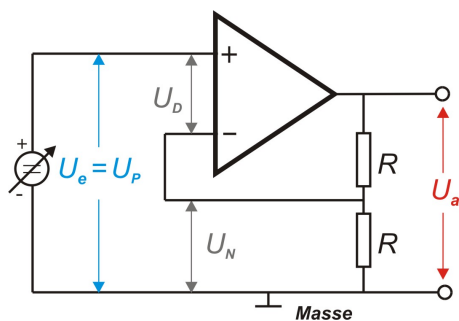

Abbildung 11: Konstante Verstärkung, aber variable Eingangsspannung.
- (M5) Nach Abb. 11 stellen Sie nun eine konstante Verstärkung ein ($R = 10 \text{ k}\Omega$). Berechnen Sie diese und notieren Sie sich den Wert.